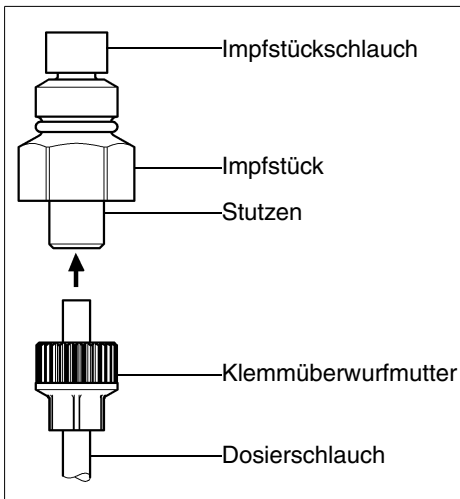

Abb. 11: Impfstück
- Falls erforderlich, Dosierschlauch kürzen (siehe Abb. 11).